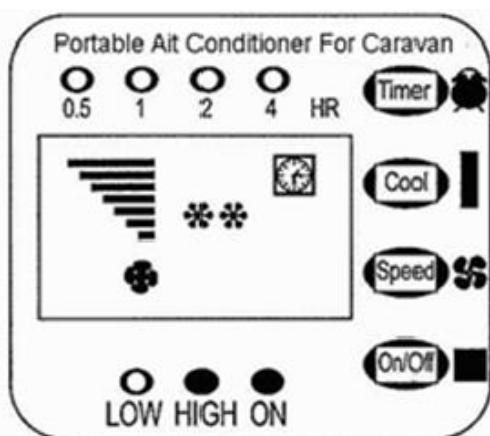

Fig. 4
Trykk KJØL på nytt for å stille omgivelsestemperaturen til 25°C. Skjermen vil vise to (2) stjerner (fig. 4).